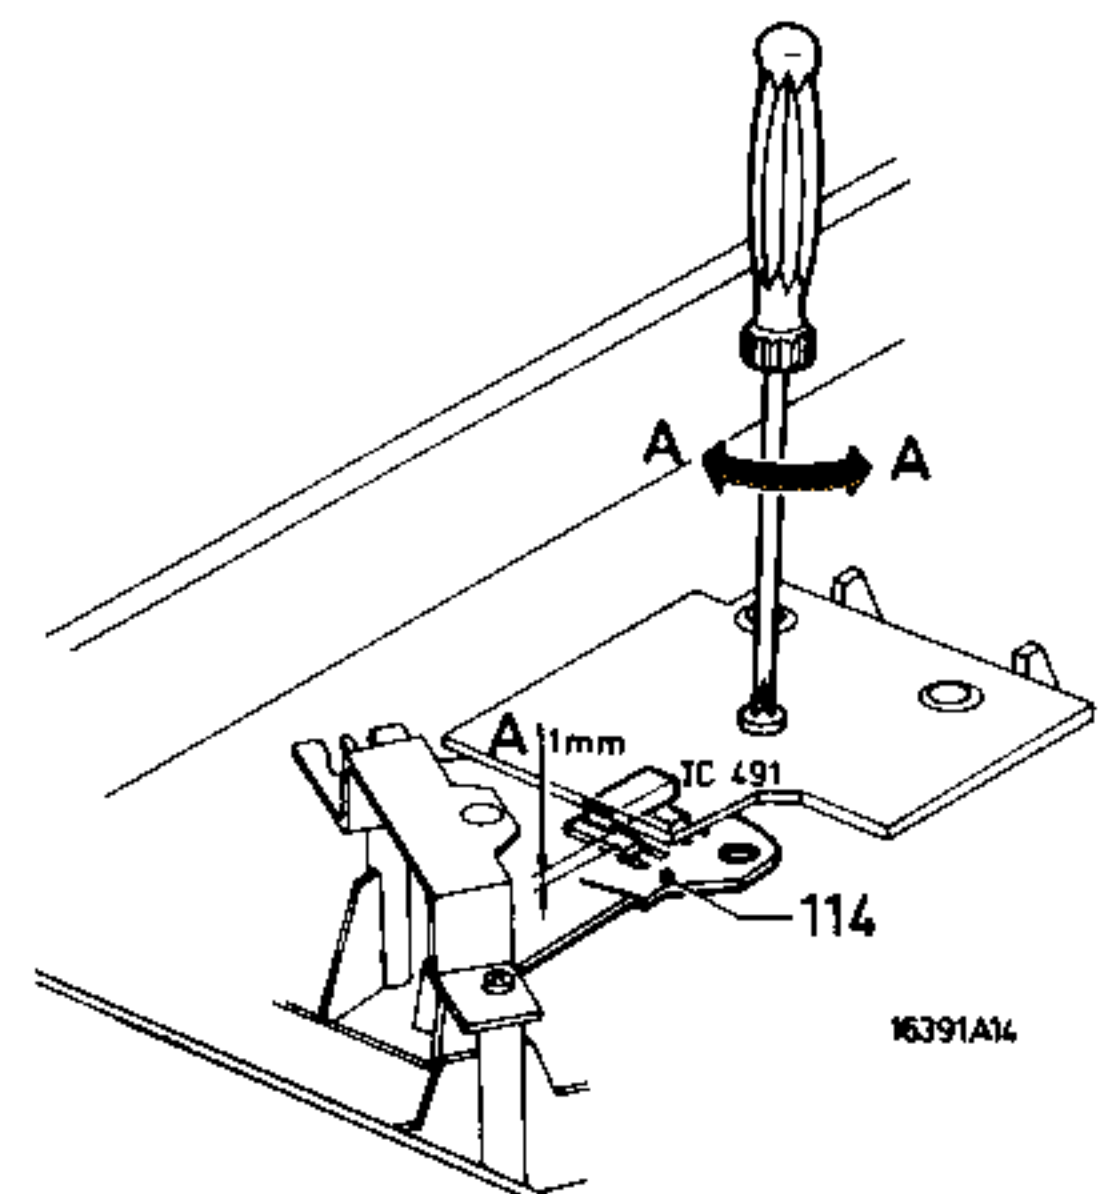

Fig. 5
**2. Adjusting IC491 with respect to magnet (Fig. 5)**
### 2. Instelling IC491 t.o.v. magneet (Fig. 5)
### 2. Réglage de l'IC491 par rapport à l'aimant (Fig. 5)
### 2. Einstellung der IC491 gegenüber Magnet (Fig. 5)
### 2. Regolazione dell'IC 491 nei confronti della calamita (Fig. 5)